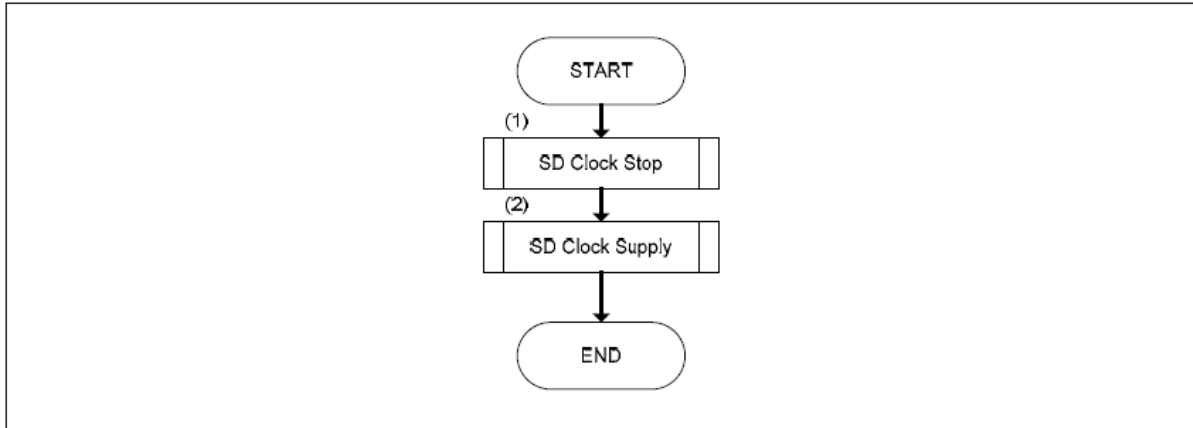

Figure 27-5. SD Clock Change Sequence
SD 클럭 주파수 변경 절차를 Figure 27-5 에 나타내었다. SD 클럭이 still off 일 때, (1)단계는 생략된다.
(1) SD 클럭 정지 절차를 수행한다. 27.4.2 참고
(2) SD 클럭 공급 절차를 수행한다. 27.4.3 참고